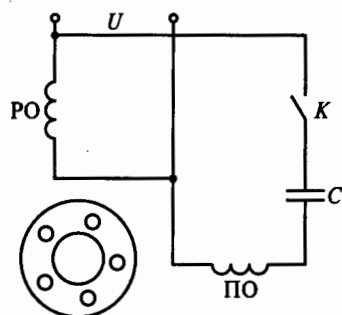

Рис. 226
**9.59.** Какое из приведенных положений является ошибочным для схемы пуска однофазного асинхронного двигателя на рис. 226?